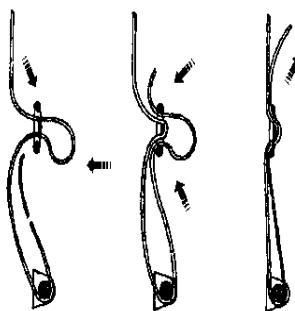

Рис. 5
- Присоедините к корпусу компрессора ремень (Рис. 5)